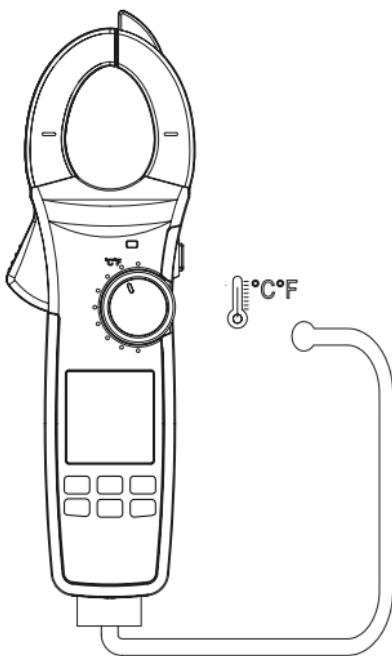

Рис.9. Измерение температуры
### 7.10 Измерение температуры (рис. 9)
- 2) Подключите к прибору термопару типа K (см. рис. 9).